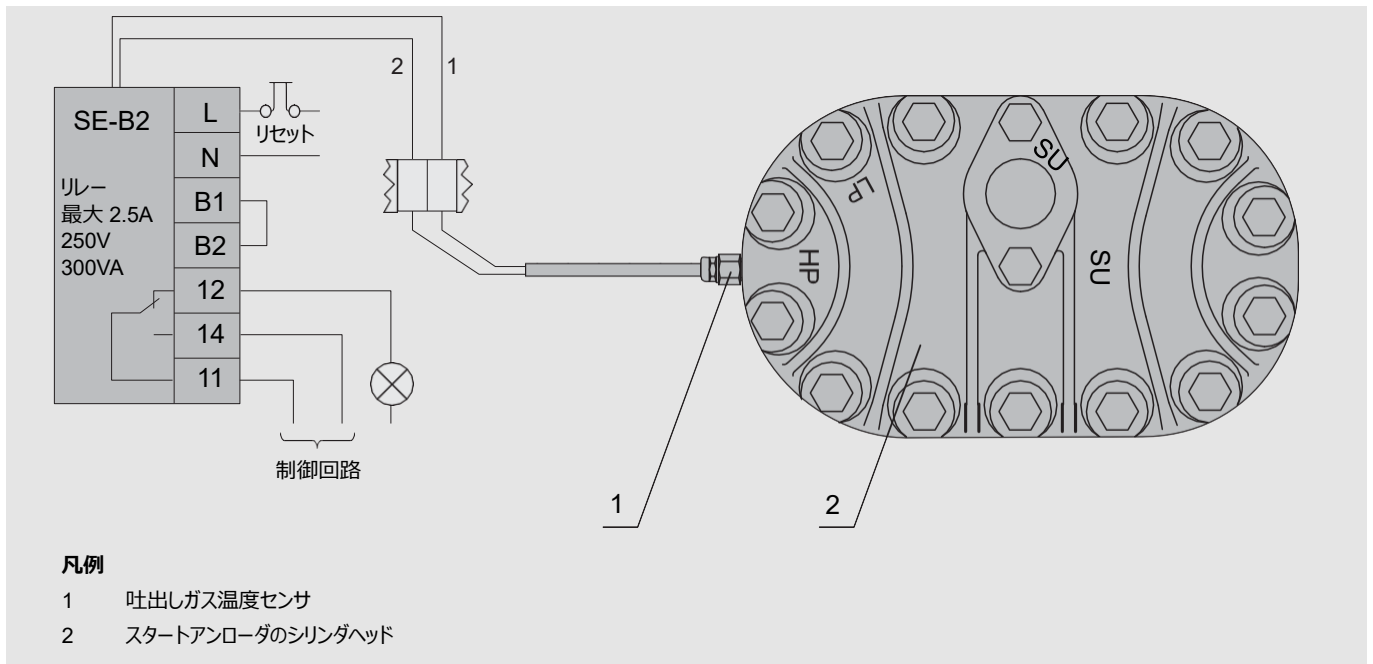

図 10 スタートアンローダの吐出しガス温度センサ
- スタートアンローダを装備した圧縮機の場合、センサをスタートアンローダのシリンダヘッドに取り付ける必要があります（図 10 参照）。